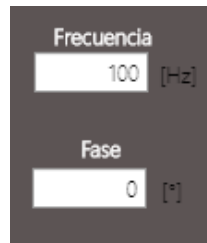

Figura 5.35: Valor de Frecuencia
5. En el textbox de frecuencia, colocar un valor de 100 y presionar en el osciloscopio el botón de *Auto-set*, el resultado será una señal con una frecuencia de 100 [Hz] (Figura 5.35).